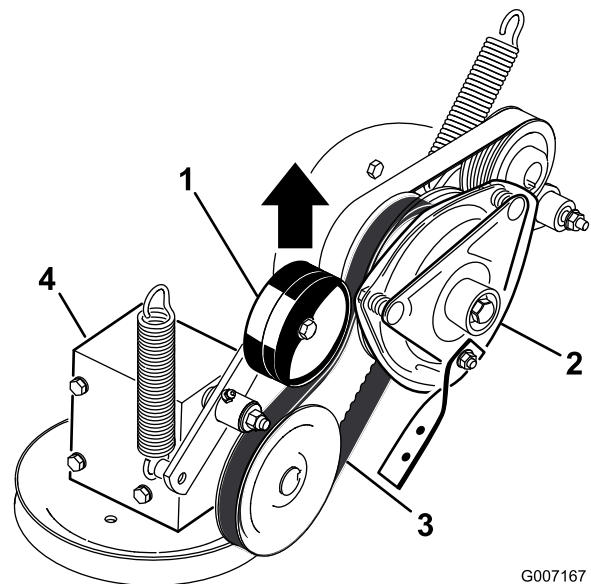

Figura 64
4. Tire hacia arriba de la polea tensora a resorte de la correa de la TDF, y retire la correa de la polea del embrague (Figura 64).
16. Tire hacia arriba del brazo tensor tensado con muelle de la correa de la TDF, e instale esta en la polea del embrague (Figura 64).